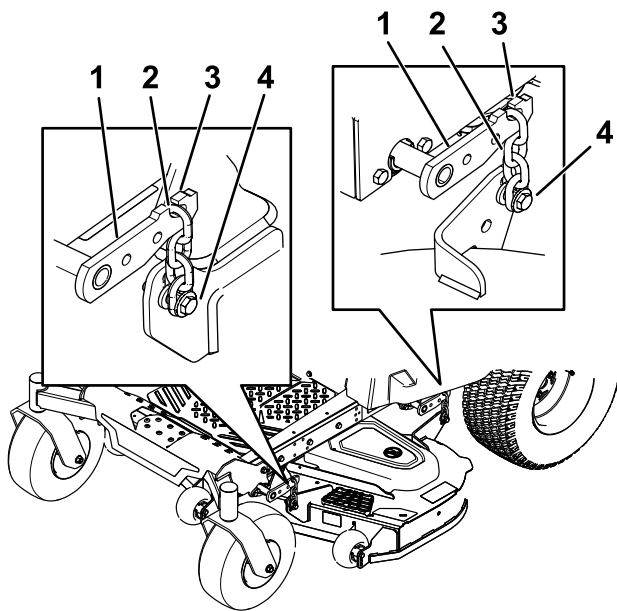

Рисунок 77
- Снимите цепи с крюков на подъемных рычагах деки (Рисунок 77).
6. Поднимите заднюю часть деки газонокосилки и присоедините цепи к задним подъемным рычагам (Рисунок 77).
7. Подсоедините передние цепи к передним подъемным рычагам (Рисунок 77).